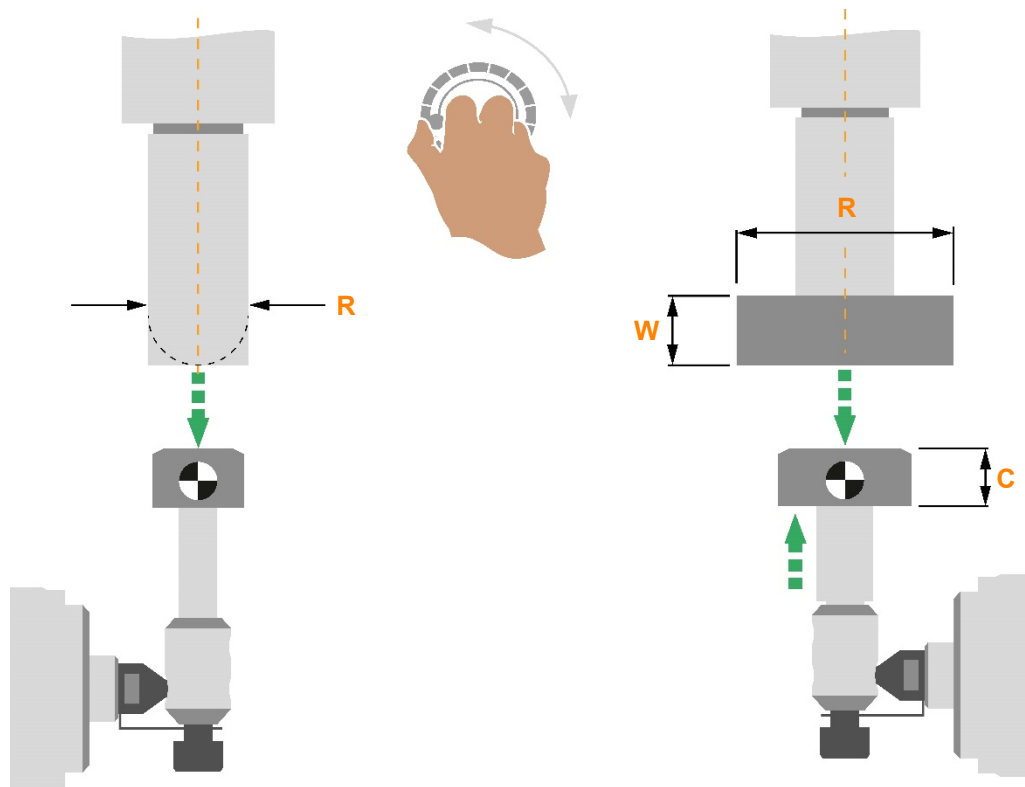

Abbildung 3.1 Kalibrierung des Werkzeugmesstasters
| Cc | = | Abstand von der Oberfläche (Sp) bis zur Unterseite des Tasteinsatzes (siehe Abbildung 3.1). Muss eingegeben werden, falls auch in Sp+ gemessen werden soll. |
- Rr = Istdurchmesser des Referenzwerkzeugs (siehe Abbildung 3.1).
- Ww = Dicke des T-förmigen Werkzeugs bei Kalibrierung der Tastereinsatz-Unterseite (siehe Abbildung 3.1).